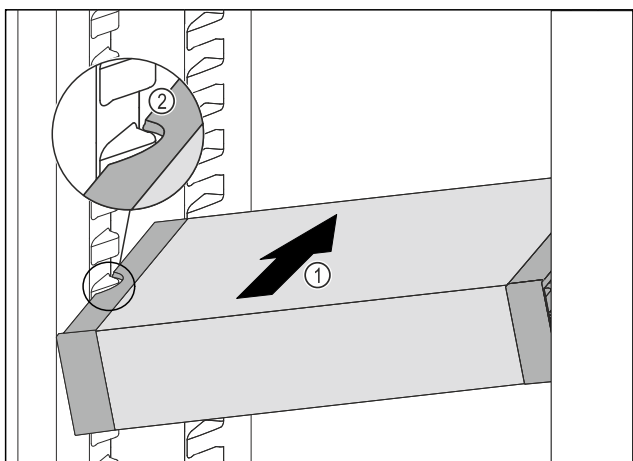

Fig. 125
- Predal VarioSafe potiskajte poševno v hladilnik Fig. 125 (1), dokler stranska izreza Fig. 125 (2) predala VarioSafe nista na višini nastavka za posodo v hladilniku.